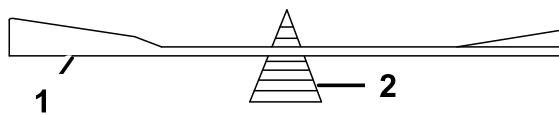

Figura 96
2. Verifique el equilibrio de la cuchilla colocándola sobre un equilibrador de cuchillas (Figura 96).